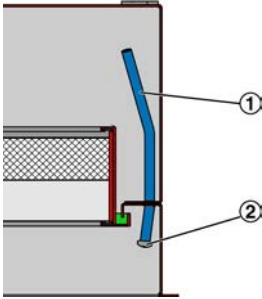

Abb. 7: Messrohr
**Temporäre Messung:** Temporäre Differenzdruckmessung mit einem mobilen Differenzdruckmessgerät während des laufenden Betriebes am innenliegenden Messrohr (Abb. 7/2). Hierzu muss der Frontdurchlass demontiert werden, ☞ 9.
Plus (+) - an innenliegende Messrohr (Abb. 7/2) anschließen